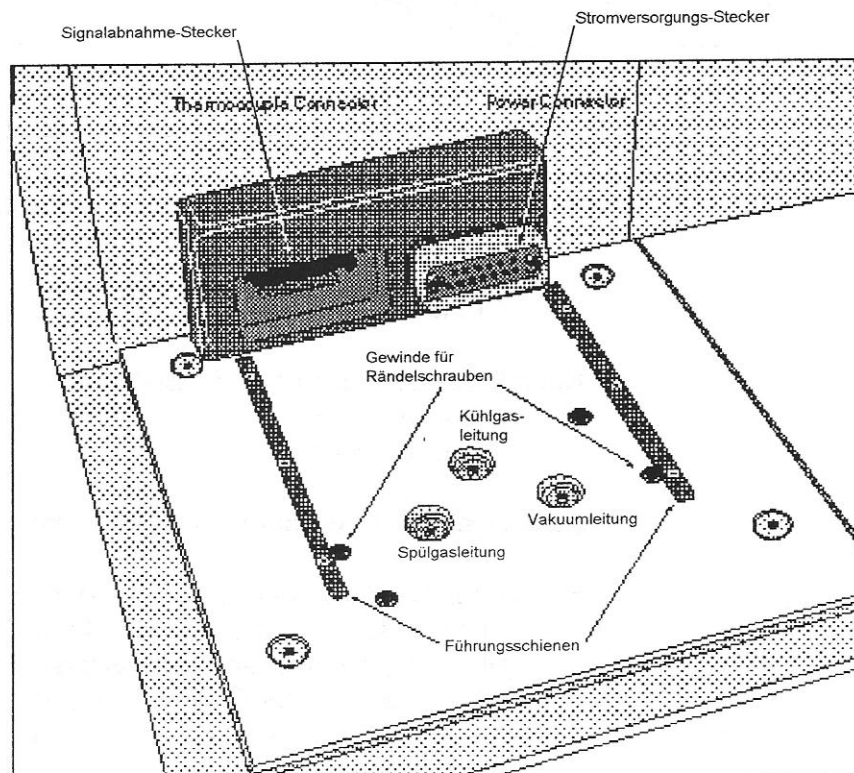
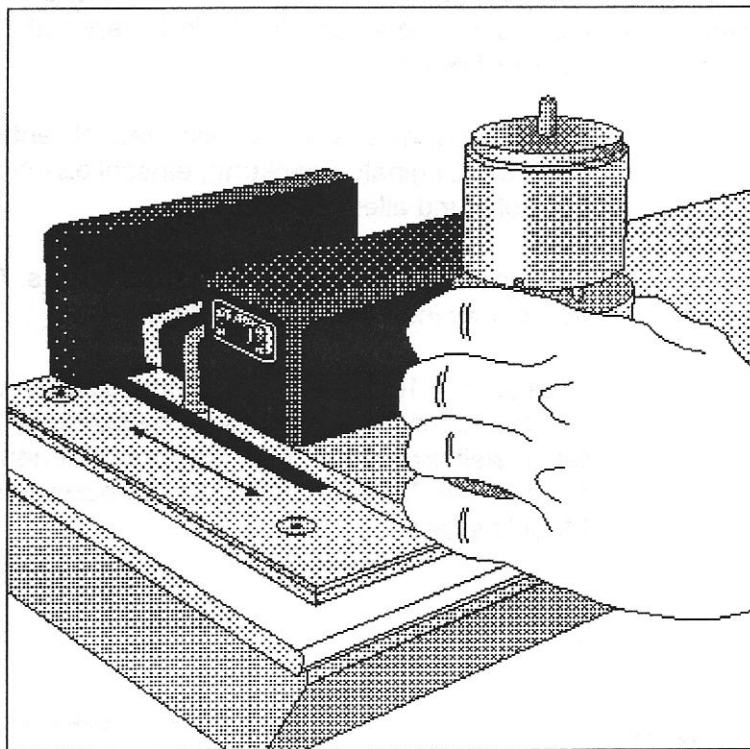

Abbildung 1.10 — Die Meßzellen-Schnittstelle des DSC 2920 CE
Abbildung 1.11 — Aufschieben einer Meßzelle auf das DSC 2920 CE
3. Abbildung 1.10 zeigt die Führungsschienen des DSC 2920 CE. Schieben Sie die Zelle wie in Abbildung 1.11 angedeutet soweit zwischen die Führungsschienen ein, daß die Stecker der Zelle in den entsprechenden Anschlüssen des Moduls sitzen.